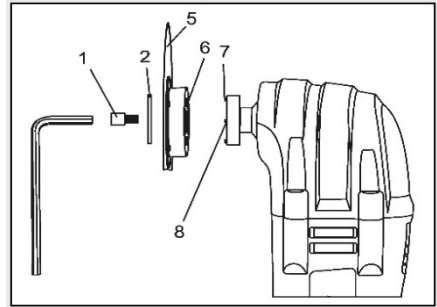

Рис. 2
- Установите на инструмент необходимую насадку (5, Рис.2) Следите при этом, чтобы отверстия (6, Рис.2) на насадке совпали с выступами (7, Рис.2) на патроне инструмента (8, Рис.2). Надписи на насадке должны быть обращены в сторону инструмента.
- Установите обратно шайбу (2, Рис.2) и хорошо закрутите винт (1, Рис.2) ключом.